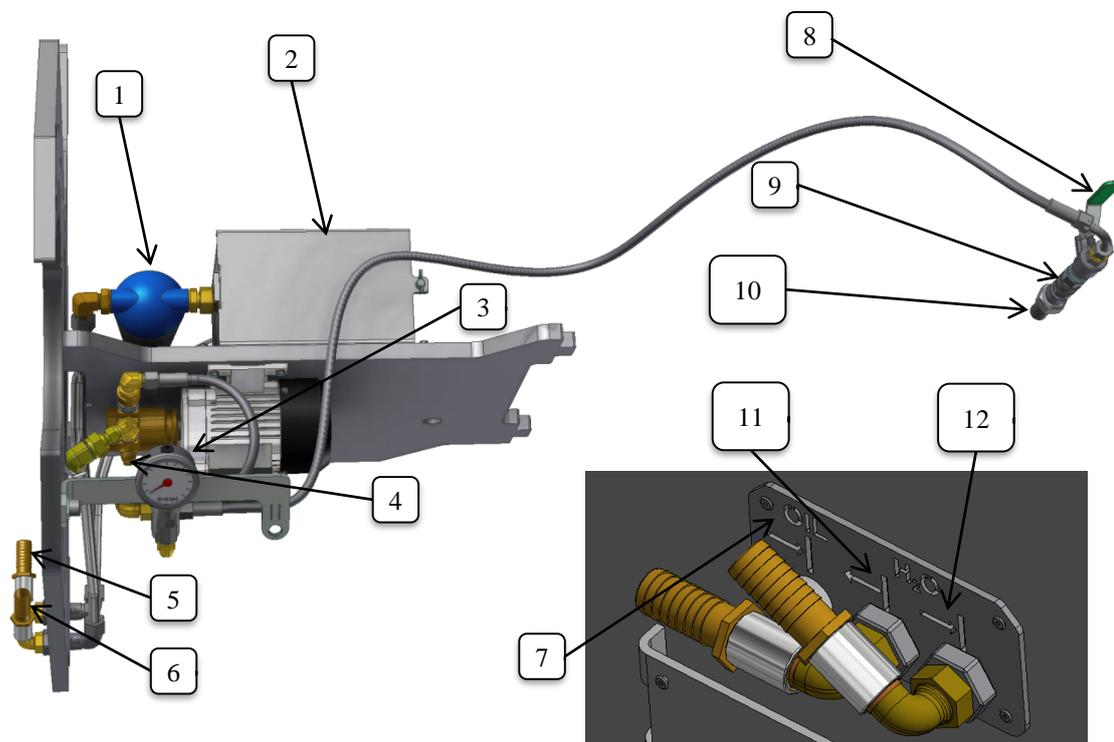

Figure 38 - Wassereinspritzsystem
- Schließen Sie das Kugelventil, dadurch kommt es zu einer plötzlichen Erhöhung des Drucks, den Sie am Manometer des Systemdrucks ablesen, Abbildung 38.